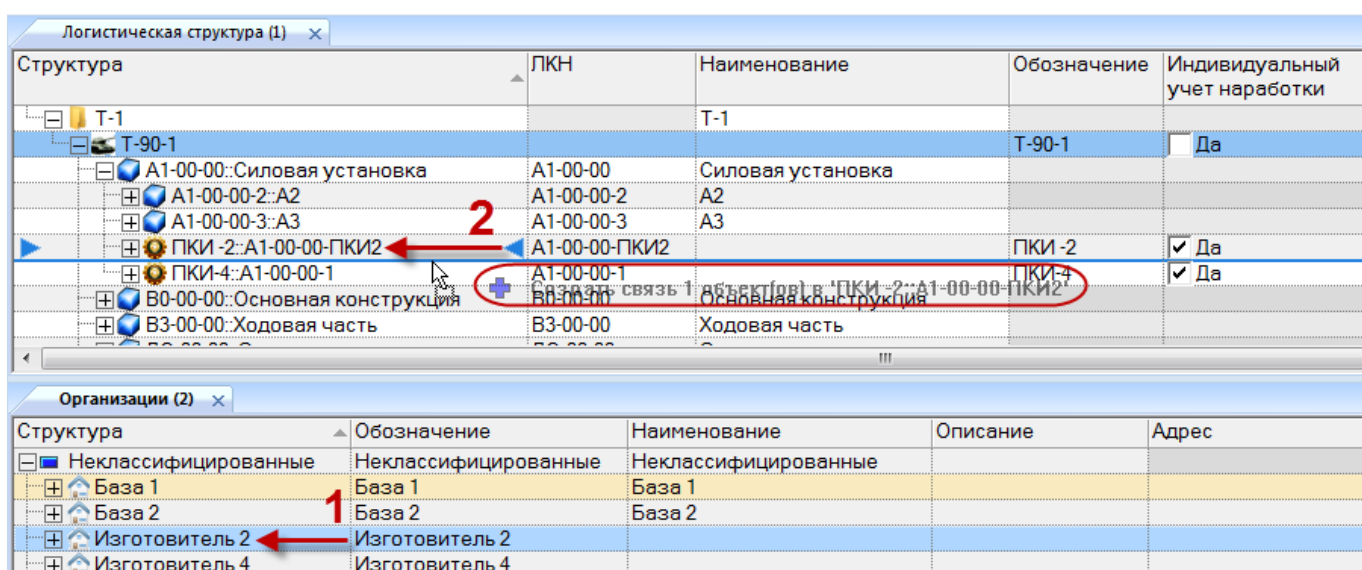

Рис. 9-49 – Перемещение организации к компоненту в окно «Логистическая структура»
2) Переместить нужную организацию с помощью мыши из окна «Организации» на компонент в окне «Логистическая структура» (1 и 2 на рис. 9-49) или справочник «Компоненты и запчасти» и отпустить левую кнопку мыши.